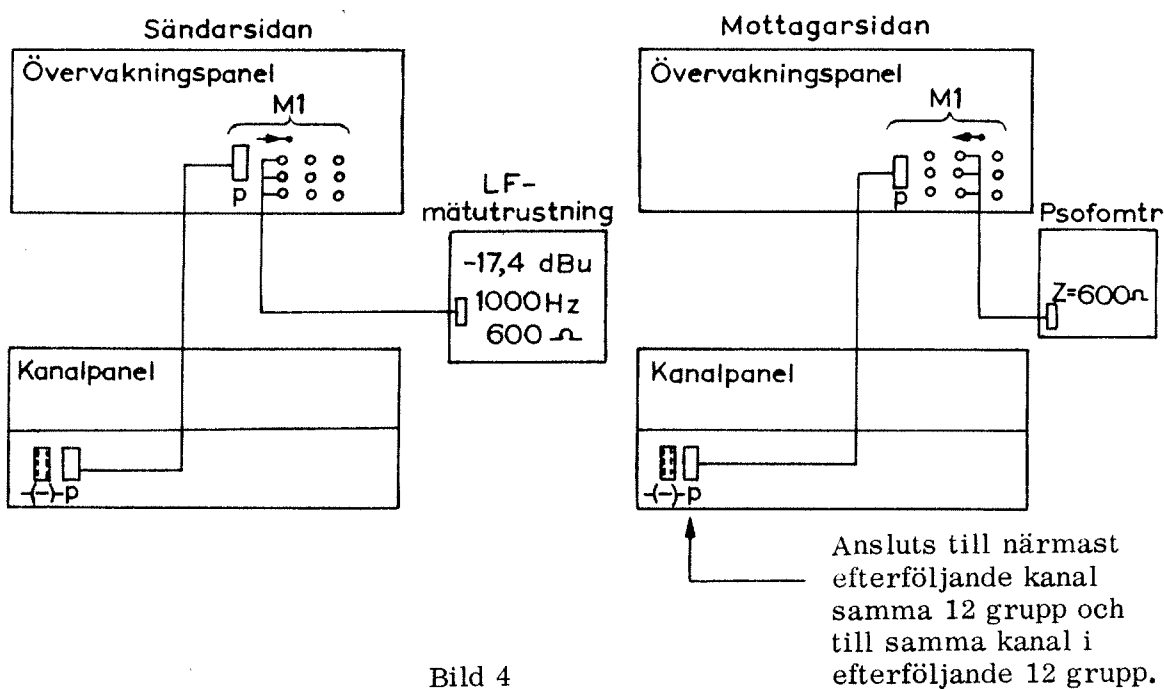

Bild 4
3.11.2 Anslut signal enligt bild 4 och mät överhörningen, dels till efterföljande kanal i samma 12 grupp, och dels till samma kanal i efterföljande 12 grupp enligt nedanstående tabell.